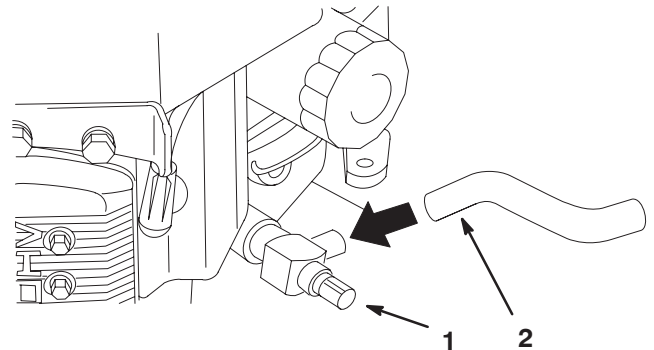

Figure 32
5. Branchez le flexible de vidange au robinet de vidange d'huile (Fig. 32).
7. Tournez le robinet de vidange d'huile pour permettre à l'huile de s'écouler (Fig. 32).
9. Retirez le flexible de vidange (Fig. 32).